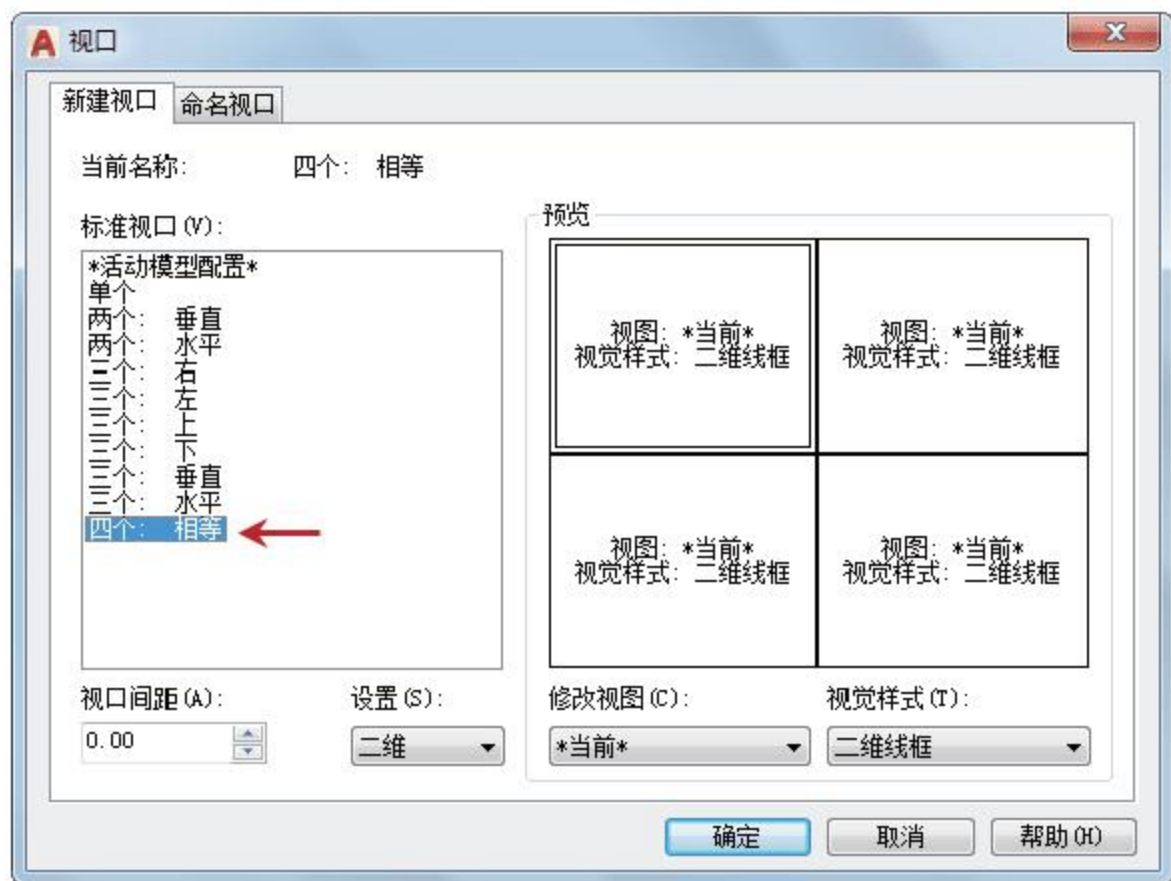

图14-27 【视口】对话框
**02** 调用VPORTS【创建视口】命令，弹出【视口】对话框，选择【四个：相等】选项，如图14-27所示。